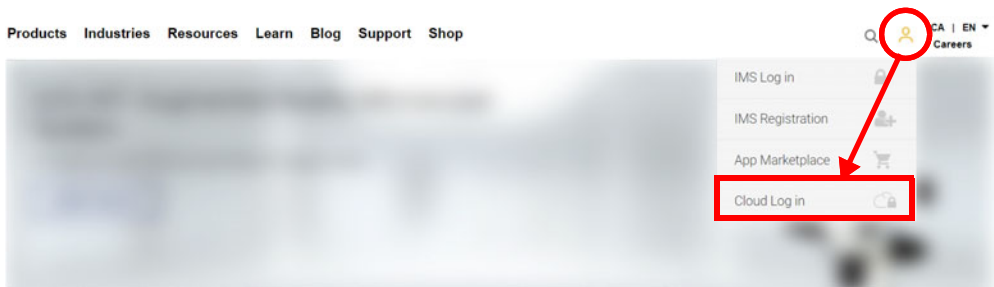

図 9-5 Cloud Log in（クラウドログイン）
- OSC の新規アカウントを作成する必要がある場合は、www.olympus-ims.com にアクセスし、**Cloud Log in**（クラウドログイン）をクリックしてアカウントを作成します（239 ページの図 9-5 を参照）。